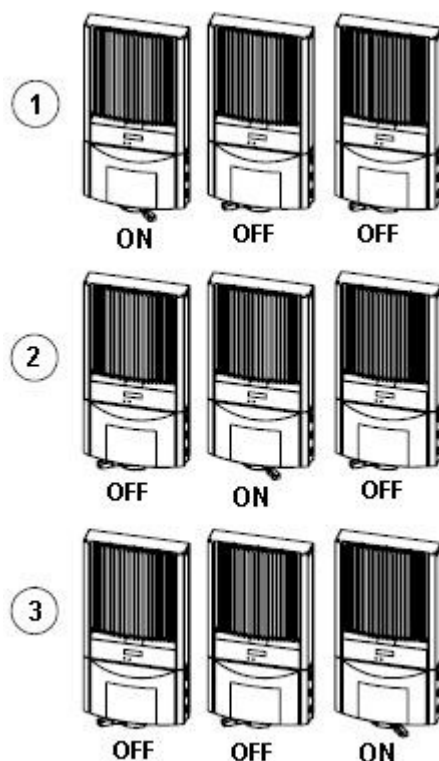

Figura 4-2: Sequência de teste para múltiplos Inversores
7. Siga para o próximo Inversor e efetue o mesmo teste (veja a figura 4-2 para um exemplo da sequência recomendada de teste).